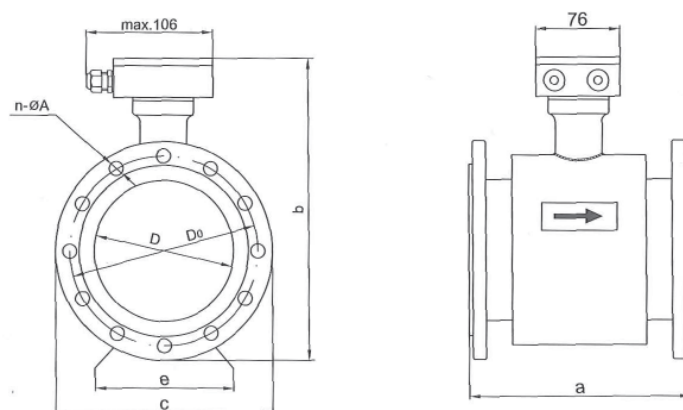

Fig.3
6.2 Dimensioni per versione remota (Fig.3 - Tab 2)